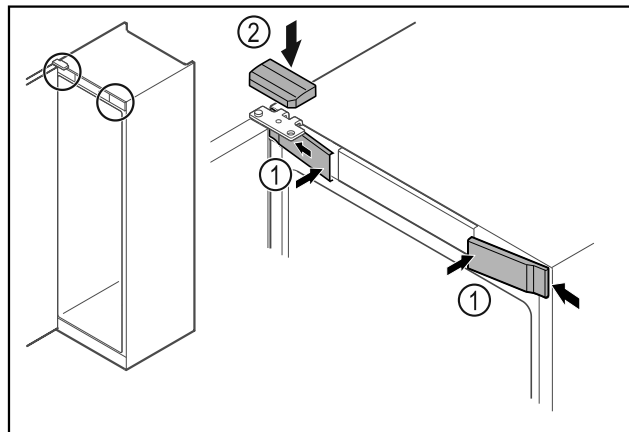

Fig. 63
- Accrocher les caches avant Fig. 63 (1) par les côtés et les enclencher.
- Insérer le cache supérieur Fig. 63 (2) par le haut.